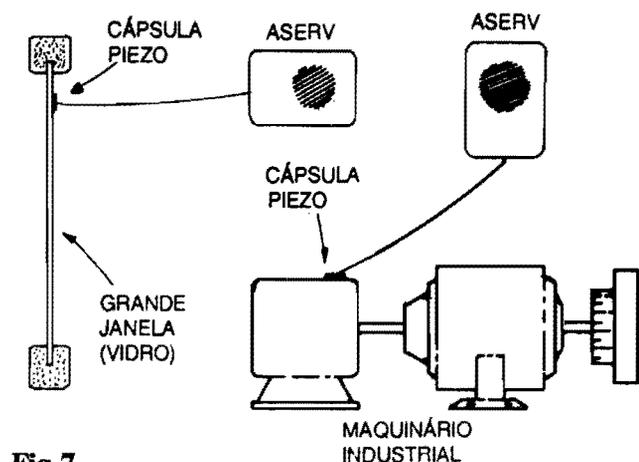

Fig.7
- FIG. 7 - OUTRAS APLICAÇÕES INTERESSANTES E ÚTEIS...